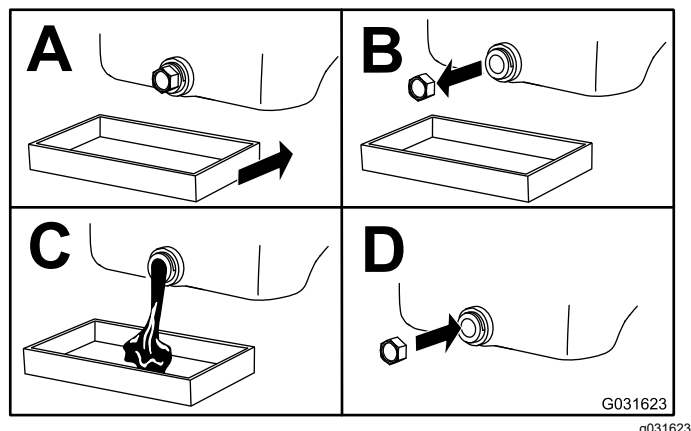

Bild 51
3. Wechseln Sie das Motoröl wie in Bild 51 gezeigt.